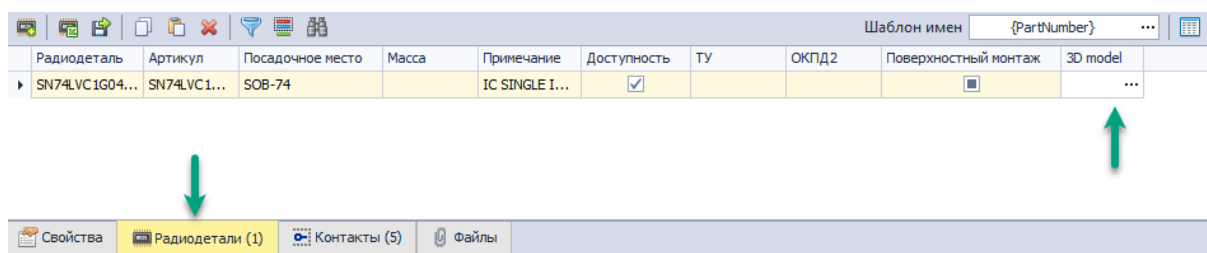

Рис. 296 Атрибут 3D модели в редакторе компонентов
3. В редакторе компонентов, на вкладке «Радиодетали», нажмите на символ ***, расположенный в колонке созданного атрибута «3D model», созданного в п. 2, см. Рис. 296.